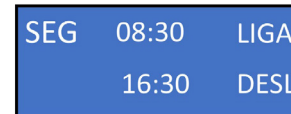

Figura 37
27. Para cambiar los horarios, use el botón “arriba” o “abajo” para agregar valor y el botón “abajo” para disminuir, cuando el valor esté definido, pulse el botón “OK” para confirmar y así sucesivamente, hasta que se defina todos los horarios (figura 37).